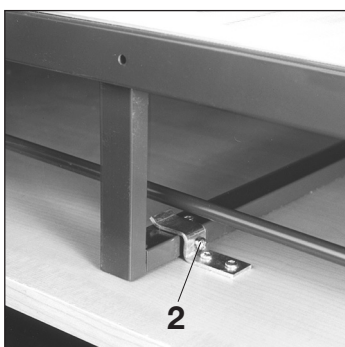

Abb. 12
- Die Linsenschrauben M4 x 12 mm **2** in die beiden oberen Frontplatten-Befestigungswinkel einschrauben, **Abb. 12**.